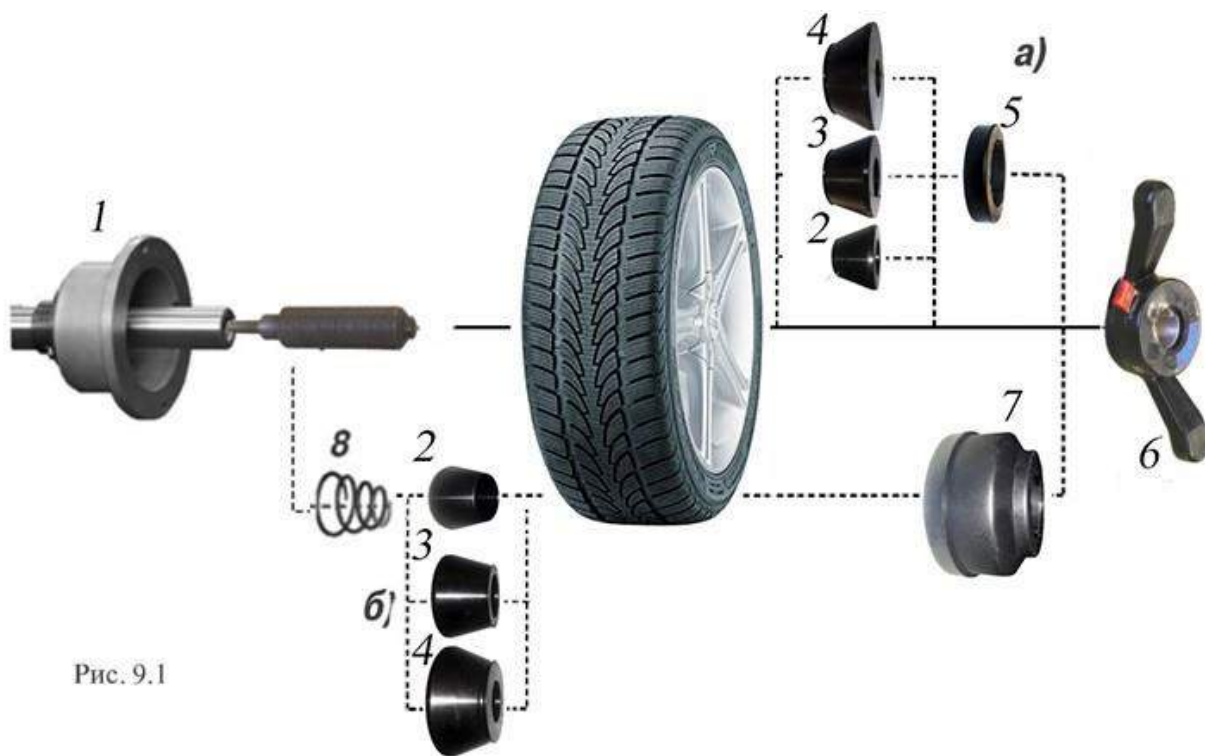

Рис. 9.1
зависимости от конфигурации обода конус может быть установлен как с внешней стороны обода (вариант "а"), так и с внутренней (вариант "б") (см. рис. 9.1)
9.5. СБ оборудован педалью для ускорения установки колеса по (варианту «б») (см. рис. 9.1) Установите колесо на конус, установите быстросъёмную гайку, нажмите два раза педаль, удерживая колесо и быстросъёмную гайку. Вал СБ начнет вращаться, зажимая колесо, когда колесо будет зажато вращение вала остановиться. Окончательно затяните колесо быстросъёмной гайкой вручную.